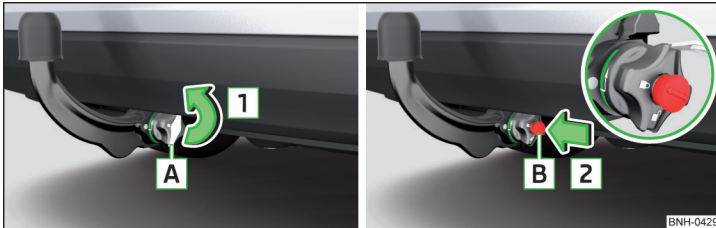

Abb. 144 Kappe vom Schloss abnehmen / Schlüssel in das Schloss stecken
- Die Kappe **A** vom Schloss in Pfeilrichtung **1** » Abb. 144 abnehmen.